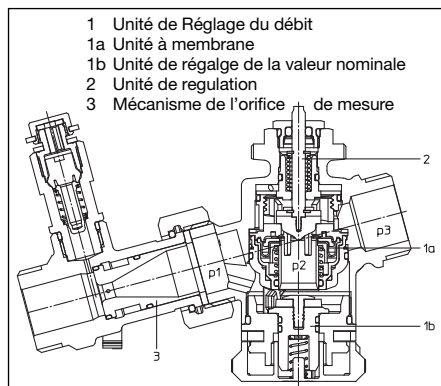
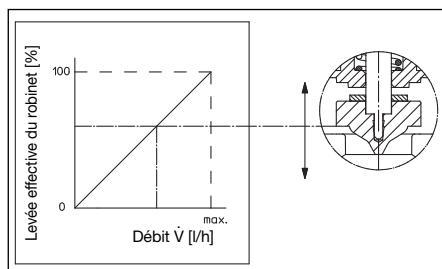
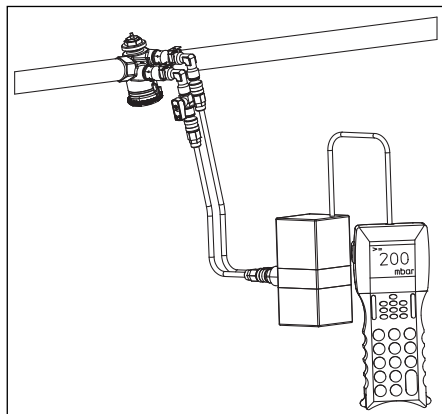

Fig. 5.2 Construction «Cocon QTZ» avec orifice de mesure
Fig. 5.4 Courbe de fonctionnement de l'unité de régulation de «Cocon Q»
Fig. 5.5 Mesure de la pression différentielle
L'appareil de mesure «OV-DMC 2» peut être raccordé grâce aux prises de pression de l'orifice de mesure ce qui permet de déterminer le débit. De plus l'«OV-DMC 2» peut être raccordé aux prises de pression du «Cocon QTZ» pour vérifier si le robinet fonctionne dans sa plage de réglage. La mesure de la pression différentielle permet d'optimiser le réglage du circulateur (fig. 5.5).
Avec l'appareil de mesure (par ex. «OV-DMC 2») (fig. 5.5) raccordé, la pression différentielle est mesurée à travers l'unité de réglage du débit (pos. 1, fig. 5.2/5.3). Le robinet de réglage doit être complètement ouvert (dévisser les capuchons de protection ou mettre le moteur en position ouverte). Dès que la pression différentielle mesurée est égale ou supérieure à la pression différentielle Δp_M , le robinet fonctionne dans la plage de réglage.
A l'aide de l'unité à membrane intégrée (pos. 1a, fig. 5.2/5.3), le robinet «Cocon QTZ» maintient la pression différentielle p_2 - p_3 à une valeur constante non seulement à travers l'unité de régulation commandée par le moteur (pos. 2, fig. 5.2/5.3) mais aussi à travers l'unité de réglage de la valeur nominale réglable sur une valeur de débit maximale (pos. 3, fig. 5.2/5.3).
Le courbe de fonctionnement de l'unité de régulation (pos. 2, fig. 5.2/5.3) est presque linéaire (fig. 5.4).
Le débit est mesuré à l'orifice de mesure à l'aide d'un l'appareil de mesure (par ex. «OV-DMC 2»). Chaque modèle est livré avec deux mécanismes, le plus grand est monté dans l'orifice de mesure (pos. 3, fig. 5.2).